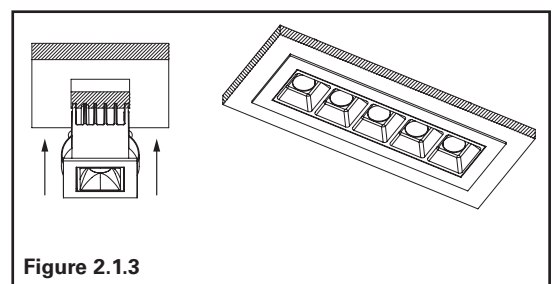

Figure 2.1.3
5. Once connections are made, pull side springs up and push the light engine (Figure 2.1.3) through cut-out.
5. Une fois les connexions établies, tirez les ressorts latéraux vers le haut et poussez le moteur lumineux (Figure 2.1.3) à travers la découpe.
5. Una vez que se realicen las conexiones, tire de los muelles laterales hacia arriba y empuje el motor de la luz (Figure 2.1.3) a través del recorte.